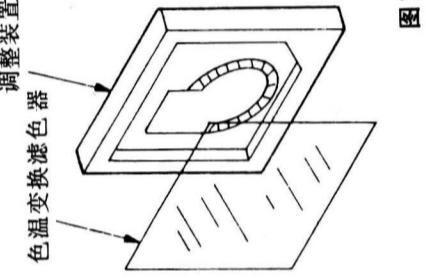

图 70
注：①将调整装置放置在镜头上，在调整装置上再安置上色温变换滤色器，如图 70 所示；
②在进行本项调整前，必须先完成 AWT 状态(偏置)、AWT 状态(增益)的调整。
注：① 将调整装置放置在镜头上，在调整装置上再安置上色温变换滤色器，如图 70 所示；
② 在进行本项调整前，必须先完成 AWT 状态(偏置)、AWT 状态(增益)的调整。